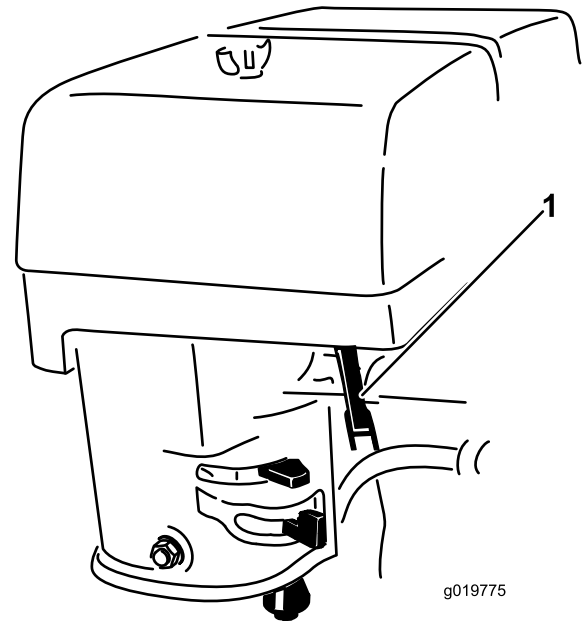

Figure 15
4. Réglez la commande d'accélérateur à mi-course entre les positions BAS RÉGIME (tortue) et HAUT RÉGIME (lièvre)(Figure 15).